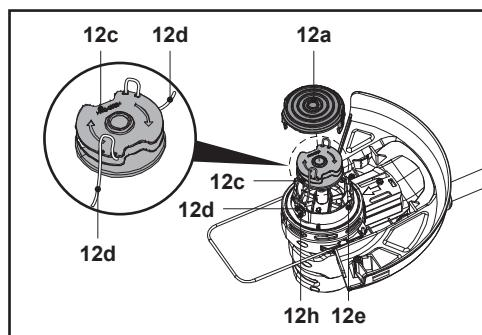

Fig. 24
6. Dégager le fil de coupe (12d) des encoches et le maintenir dans cette position. Éviter de séparer le fil de coupe (12d) de la bobine de coupe-bordures (12c) (Fig. 24, étape 1).
7. Faire passer l'extrémité du fil de coupe à travers l'œillet (12h) dans le carter (12e) (Fig. 24, étape 2).
9. Insérer la bobine de coupe-bordures (12c) dans le carter (12e) (Fig. 24, étape 3). Tourner la bobine jusqu'à ce qu'elle se verrouille.